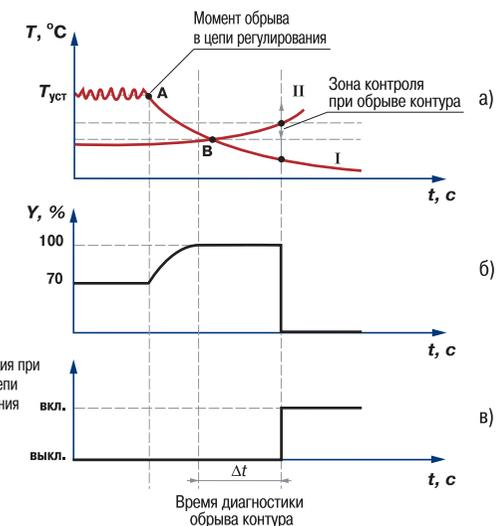

Рис. 18
3.2.7.3.3. Приведем пример срабатывания устройства определения обрыва контура (рис. 18).
В точке А нагреватель вышел из строя, и температура начинает уменьшаться (рис. 18, а). Регулятор увеличивает выходной сигнал (рис. 18, б), контролируя отклик системы. Поскольку температура продолжает уменьшаться, рассогласование растет, и значение Y достигает 100%. В момент достижения Y=100% (точка В) прибор начинает отсчет «времени определения обрыва контура» Δt.
Если по истечении этого времени температура продолжает уменьшаться, сигнализация срабатывает (кривая I на рис. 18, а). Если температура стала расти, но за время Δt изменение температуры не превысило «зону контроля при обрыве контура» (кривая II на рис. 18, а) сигнализация также срабатывает (рис. 18, в).